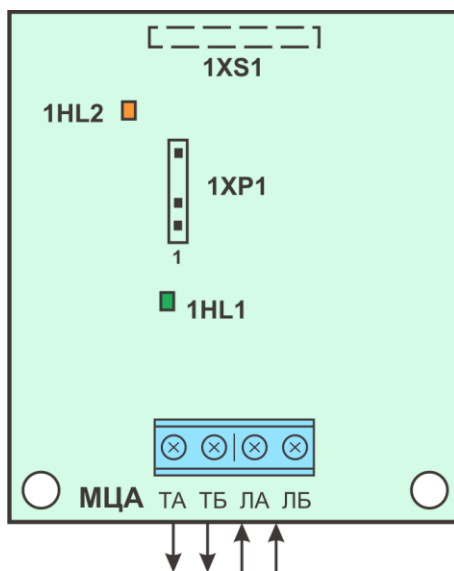

Рисунок 7.15 - Підключення входів та виходів МЦА
- Встановити плату комунікатора на плату БМК приладу, з'єднавши роз'єм 1XS1 комунікатора (рис. 7.15) зі з'єднувачем 3XP4 приладу (додаток Б, рис. Б.1) та зафіксувавши плати між собою тримачами.
Підключення входів та виходів МЦА наведена на рис. 7.15. Призначення клем та з'єднувачів МЦА наведено в таблиці 7.5.
1 Виносні індикатори дублюють індикатори 1HL1 та 1HL2 рис. 7.15. В якості виносних індикаторів використовуються світлодіоди: катод (мінус) та анод (плюс).